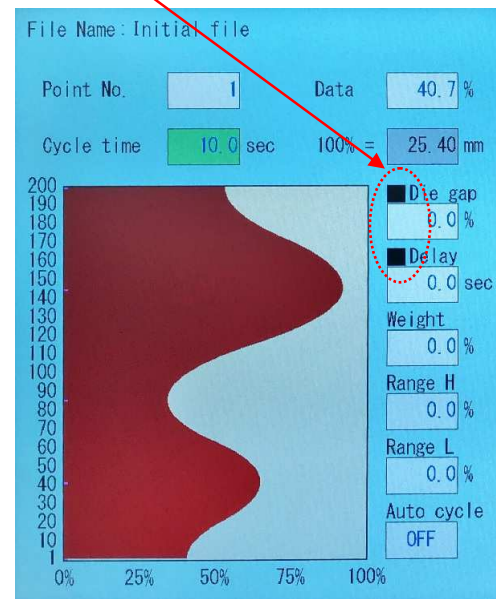

图 2-9 状态指示灯
**F1: Profile**（型坯壁厚）页面上有两个状态指示灯（如图2-9所示）。可以根据指示灯的状态来检查这些信号的状态。
各个功能项的选择由游标或直接触摸完成。在图2-9中，加亮显示 Cycle time（循环时间）项 10.0 秒的值，因此选择了 Cycle time（循环时间）。旋转旋钮将增加（CW）或减小（CCW）循环时间值。要使此循环时间永久更改，必须按下 SET。如果不按 SET 并按 ESC 或在此处移动游标，将恢复循环时间的值。